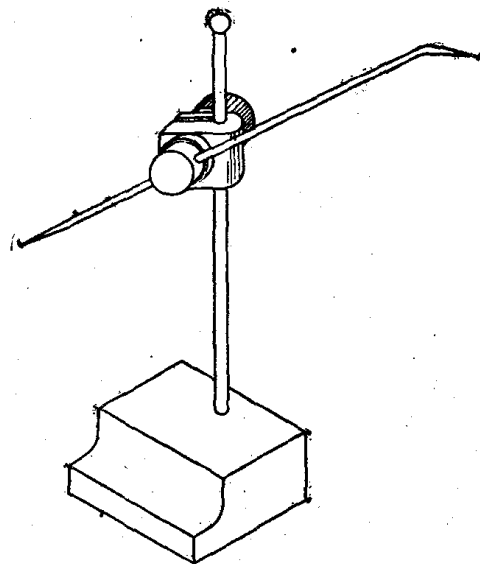

图1-3 划线盘
2. 划线盘 (图1-3) 划线盘主要用于找正工件或划线,划针位置可以按工作需要进行调整。